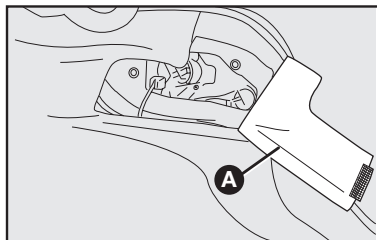

fig. 46
1) por el interior del compartimiento de equipajes, tire de la protección en el tapizado **A-fig. 46**.